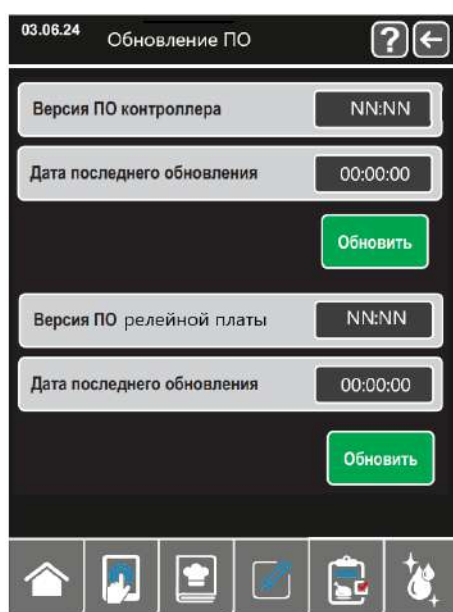

Рис.15.9 Окно «ОБНОВЛЕНИЕ ПО»
5.6.5.3 В окне «**СЕРВИС**» (см. рис. 15.7) нажмите на строку «**ОБНОВЛЕНИЕ ПО**», отобразится клавиатура и сообщение введите пароль для доступа. Введите пароль «**0000**». Откроется окно «**ОБНОВЛЕНИЕ ПО**» (см. рис. 15.9).